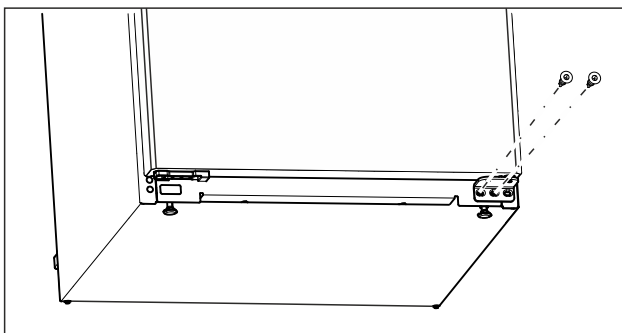

Fig. 15
- Keerake alumisel laagripukil keskmine kruvi Torx 20 kruvi-keerajaga välja. (vt. Fig. 15)
- Keerake alumisel laagripukil sisemine kruvi Torx 20 kruvi-keerajaga välja. (vt. Fig. 15)